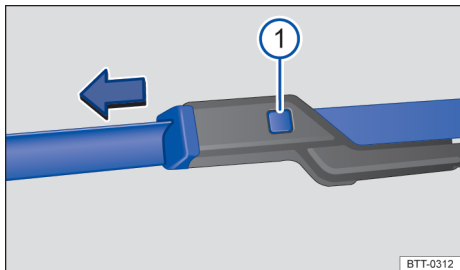

Fig. 183 Troca das palhetas dos limpadores do para-brisa.
- Mantenha pressionada o botão de destravamento → Fig. 183 ① e puxe ao mesmo tempo a palheta no sentido da seta.